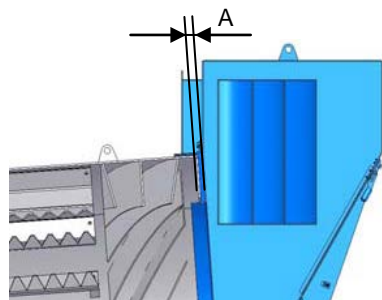

Fig. 9: Abertura de la cámara de aspiración / Espacement de la chambre d'aspiration
- 3º. verificar la abertura entre la cara superior del secador y la cámara de aspiración (fig. 9 - det. A) y la cara inferior del secador y la cámara de combustión (fig. 10 - det. B). Esta abertura es variable debido a la dilatación y a la carga de material, por lo tanto, deberá ser de aproximadamente 30 mm.
- 3º. vérifiez l'espace entre la face supérieure du sécheur et la chambre d'aspiration (fig. 9 - dét. A) et la face inférieure du sécheur et la chambre de combustion (fig. 10 - dét. B). Cet espace est variable en raison de la dilatation et de la charge de matériel, mais il doit être d'approximativement 30mm.